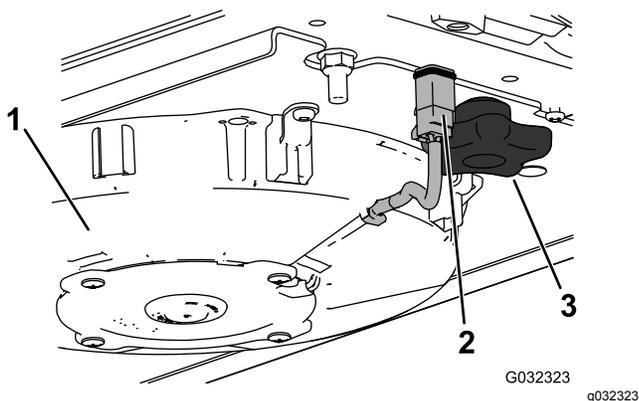
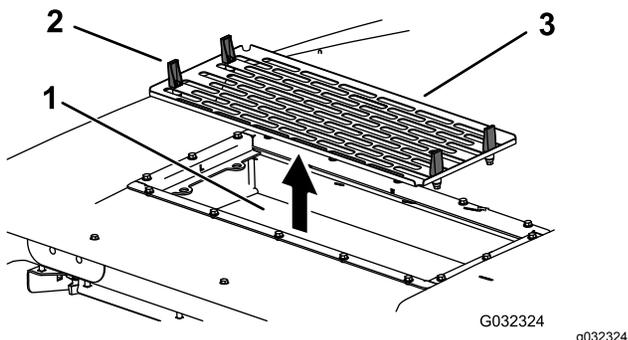

Figura 95
Figura 96
6. Installate i filtri dell'aria, la griglia e il gruppo ventola (Figura 93, Figura 95 e Figura 96).
7. Collegate il filo per ciascuna ventola (Figura 95).